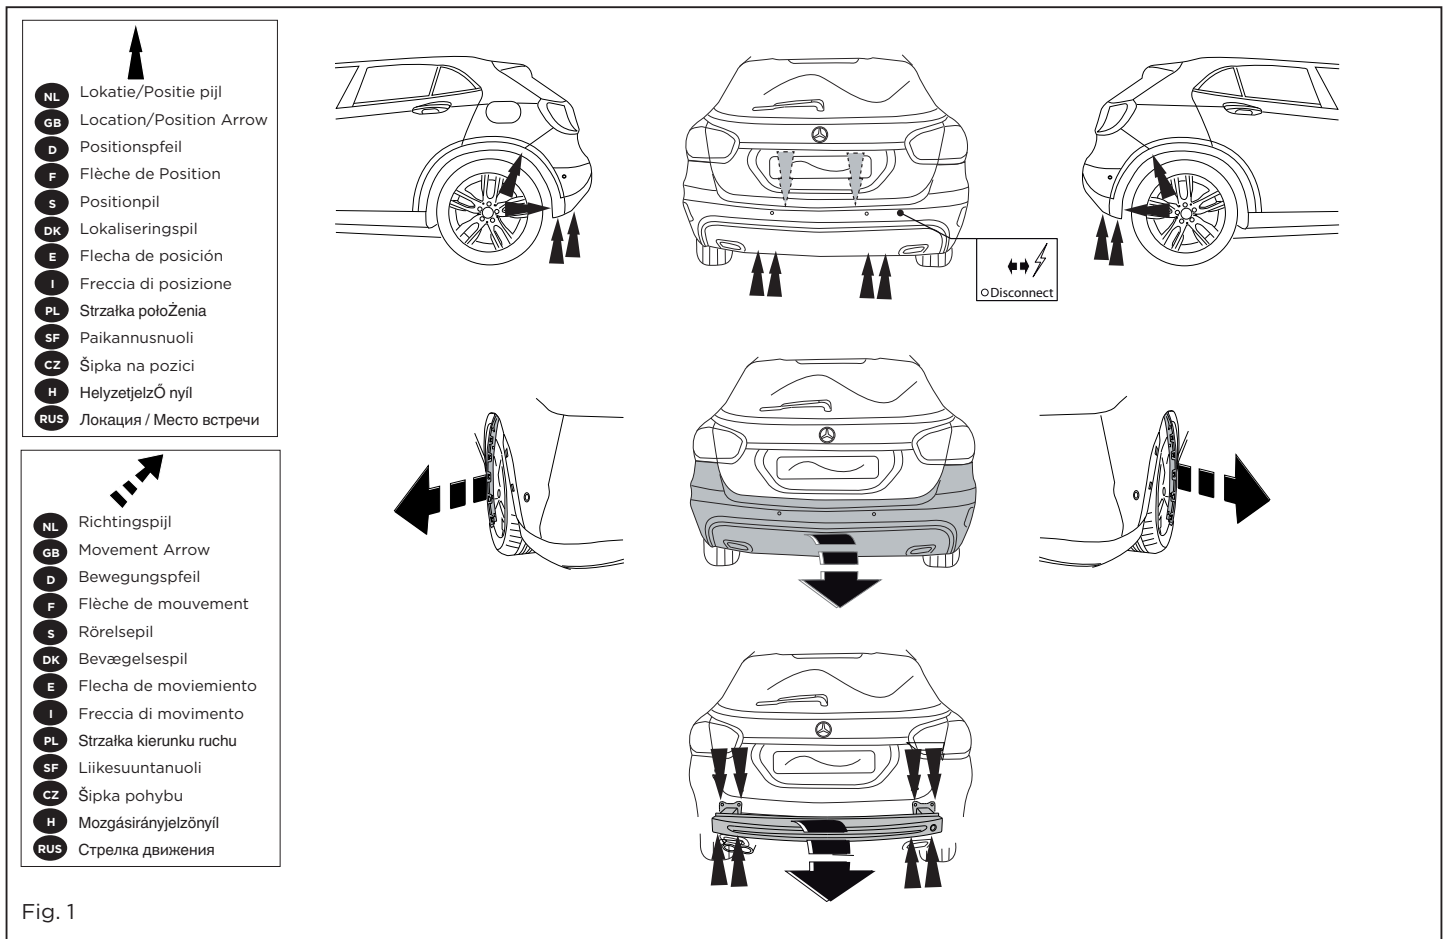

Fig. 1
брызгами брызг больше не показаны. См. рисунок 1.
2. The buffer beam will no longer be needed. See figure 1.